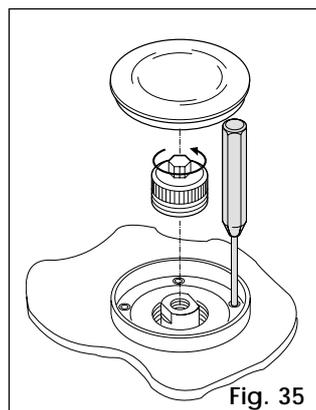

Fig. 35
- 2) Togliere la protezione del foro (Fig.1 rif.9) e svitare completamente il tappo della vite di regolazione della frizione come da Fig.35.